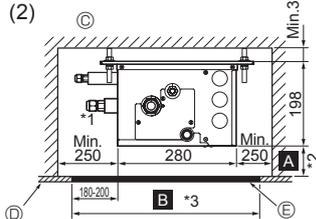
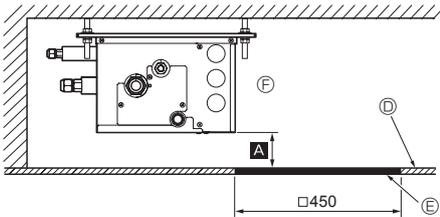

Fig. 4-5
Fig. 4-6
(2) Yandan Görünüm (Fig. 4-5, Fig. 4-6)
"□ 450" olması halinde, PCB tarafında bir bakım deliği hazırlayın (Fig. 4-6'da gösterildiği gibi) ve Ⓐ mesafesi olarak "Min. 300 mm" bırakın.